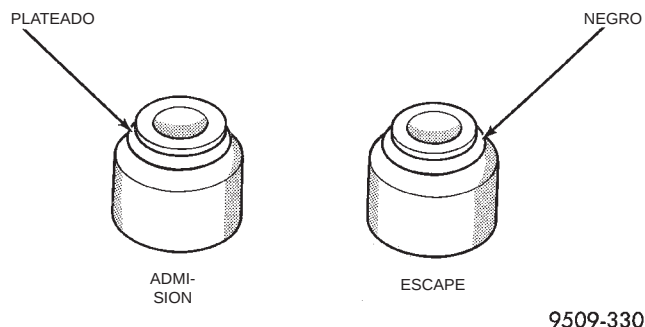

Fig. 55 Identificación de las juntas de vástago de válvula
(1) Instale la junta de válvula plateada sobre la guía de válvula de admisión y la junta negra sobre la guía de válvula de escape (Fig. 55).